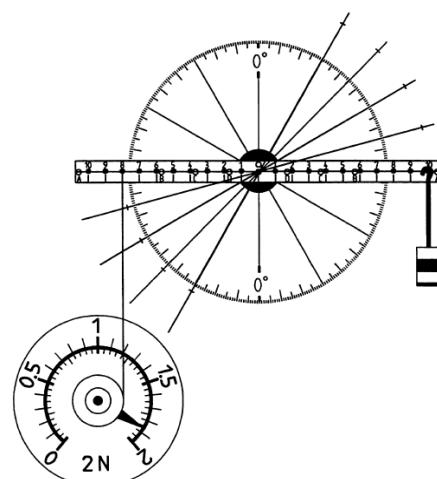

Abb. 2: Versuchsaufbau
- Zeichne mit Hilfe des Maßstabes Linien durch den Mittelpunkt der Scheibe, die mit der waagerechten Linie Winkel von 15° , 30° , 45° und 60° bilden und - vom Mittelpunkt her gesehen – etwa 22 cm lang sind (vgl. Abb. 2).
- Verschiebe den Kraftmesser, bis der Hebel waagerecht steht und die Zugschnur des Kraftmessers senkrecht zum Hebel verläuft (Abb.2).